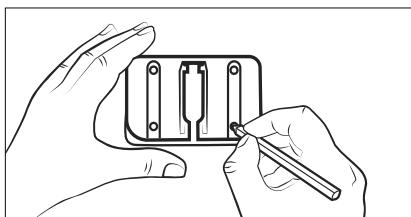

Afb. 4
- 1) Steek de gelijkstroomstekker 11 van de netvoedingsadapter 10 in de wandhouder 18 (zie afb. 4). Maak de gelijkstroomstekker 11 vast door eraan te draaien.